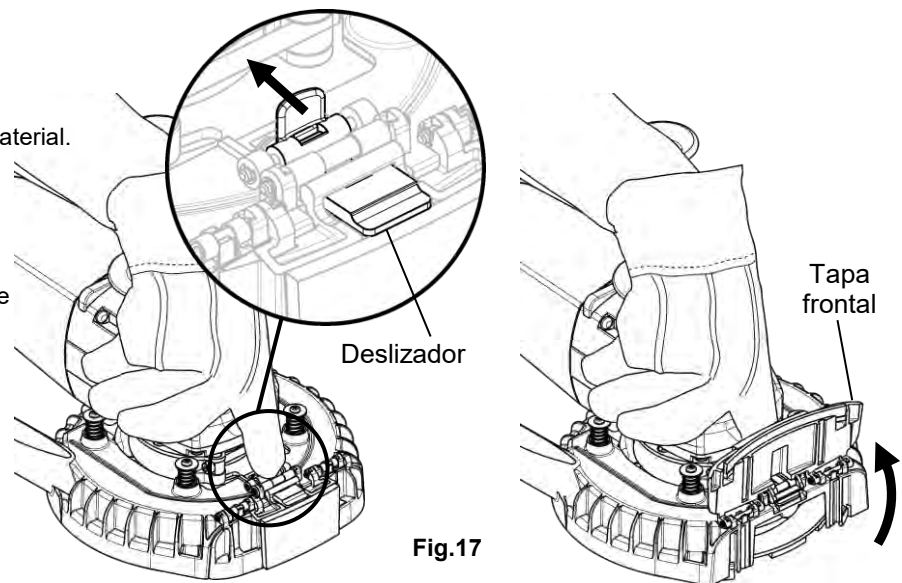

Fig.17
3. Abra la tapa frontal tirando del deslizador. (Fig.17)